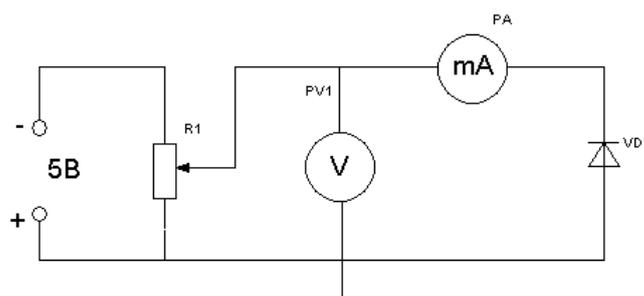

Рисунок 12.1 - Схема для исследования прямой ветви вольтамперной характеристики полупроводникового диода
2. Собрать схему, приведенную на рис. 12.1.